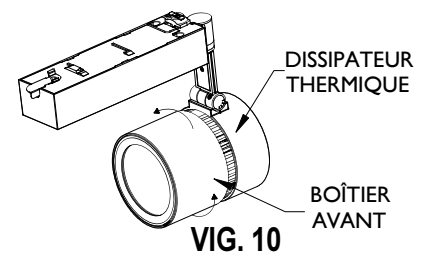

FIG. 10
INSTRUCTIONS POUR L'INSTALLATION ACCESSOIRES EN OPTION (FIG. 10 & 11).
1. Retirer le BOÎTIER AVANT en tournant dans le sens antihoraire pour déverrouiller de la DISSIPATEUR THERMIQUE. (FIG. 10)